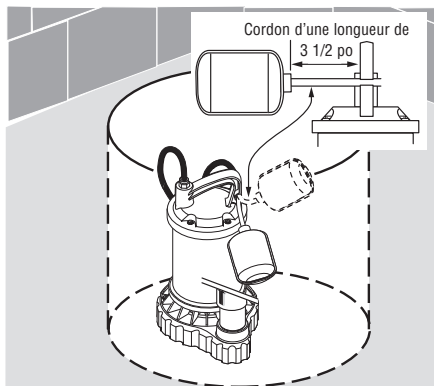

Figure 3
3. Mettre la pompe dans le puisard en s'assurant que rien ne gênera le fonctionnement de l'interrupteur. Pour les modèles d'interrupteur à cordon, la longueur du cordon devrait être de 3 1/2 po (Se reporter à la figure 3).